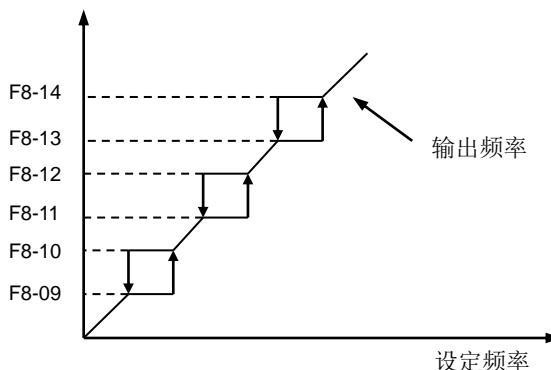

图 6-28 回避频率
- 通过设置本组回避频率上下限，可以使驱动器避开负载的机械共振点而产生共振的运行频率，如图 6-28 所示。